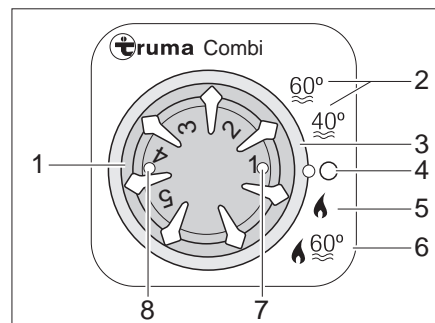

Fig. 189 Unidad de mando para la calefacción/caldera
- Seleccionar el modo de funcionamiento con el interruptor giratorio (Fig. 189,3).
La calefacción selecciona por sí sola la potencia de quemador necesaria. En el modo de funcionamiento "Calefacción y caldera" (Fig. 189,6) se calienta también el agua en la caldera. La calefacción puede utilizarse en el modo de funcionamiento "Calefacción sin caldera" (Fig. 189,5) con la caldera vacía.
- Poner el botón giratorio de temperatura (Fig. 189,1) de la unidad de mando en el nivel de calefacción deseado.
- Poner el interruptor giratorio (Fig. 189,3) en modo de invierno "Calefacción sin caldera" (Fig. 189,5) o en modo de invierno "Calefacción y caldera" (Fig. 189,6).
La luz de control verde (Fig. 189,7) se enciende.
- Ajustar el interruptor giratorio (Fig. 189,3) en "O" (Fig. 189,4).
La combinación de los funcionamientos a gas y con electricidad a 230 V acorta el tiempo de calentamiento (esto solo es posible si en la unidad de mando (Fig. 189) la calefacción se encuentra ajustada en modo de invierno).